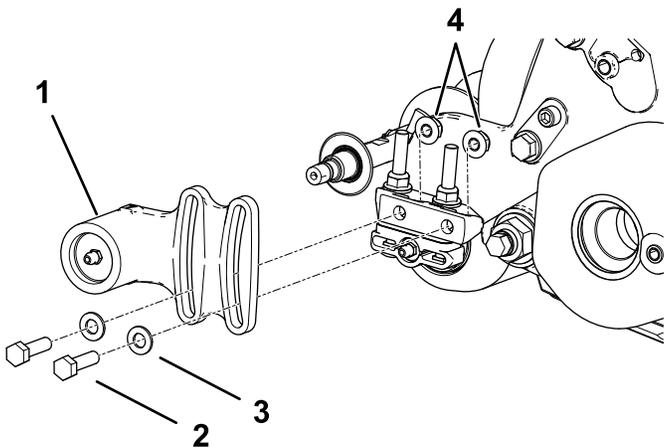
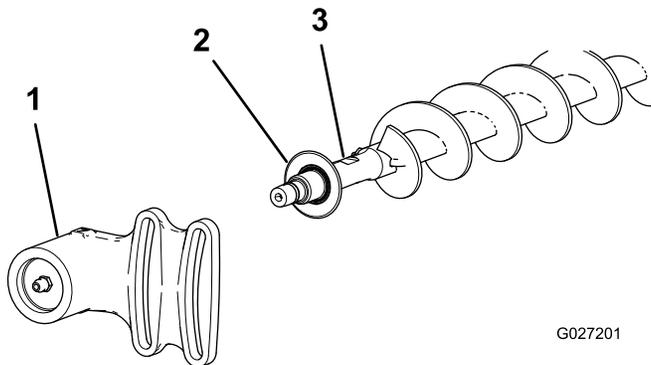

Figura 18
Figura 19
1. Se sull'apparato di taglio è installata una spazzola per rullo, togliete i 2 bulloni, le rondelle e i dadi che fissano l'alloggiamento del cuscinetto secondario alla staffa di montaggio dell'alloggiamento del cuscinetto (Figura 18 e Figura 19).
2. Fate scorrere l'alloggiamento del cuscinetto secondario e la guarnizione fino a estrarle dall'albero della spazzola (Figura 19).
9. Installate la guarnizione e l'alloggiamento del cuscinetto secondario sull'albero della spazzola (Figura 19).